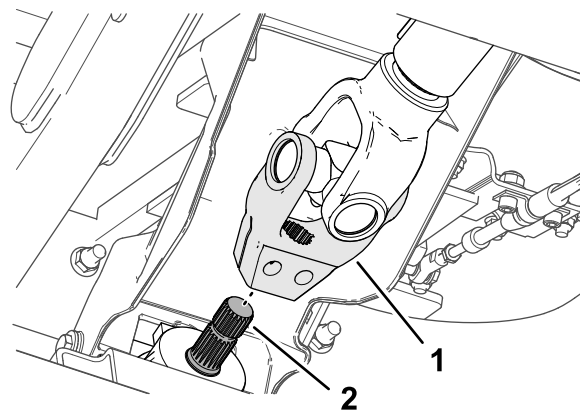

Figure 17
5. Alignez les cannelures de la chape de l'arbre d'entraînement et celles de l'arbre d'entrée de l'outil (**Figure 17**), puis glissez la chape sur l'arbre.